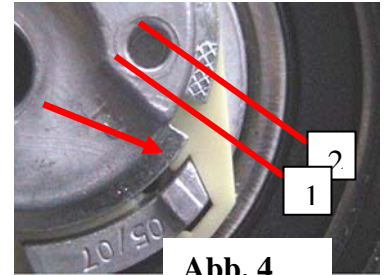

**Abb. 3**
- nach diesem Vorgang muss **überprüft** werden, **dass die Einstellnase immer noch zwischen den beiden Linien liegt** und dass der Haltesteg **gegen die rechte Seite der Einfassung drückt** (Abb. 3).